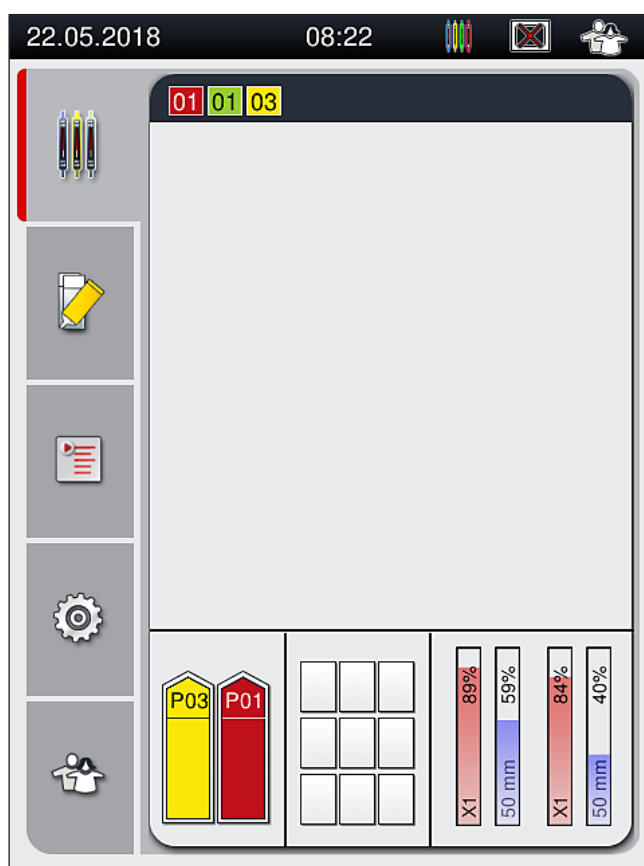

图 73
7. 检测到的手柄颜色显示在过程状态显示 (→ 图 73) 中。